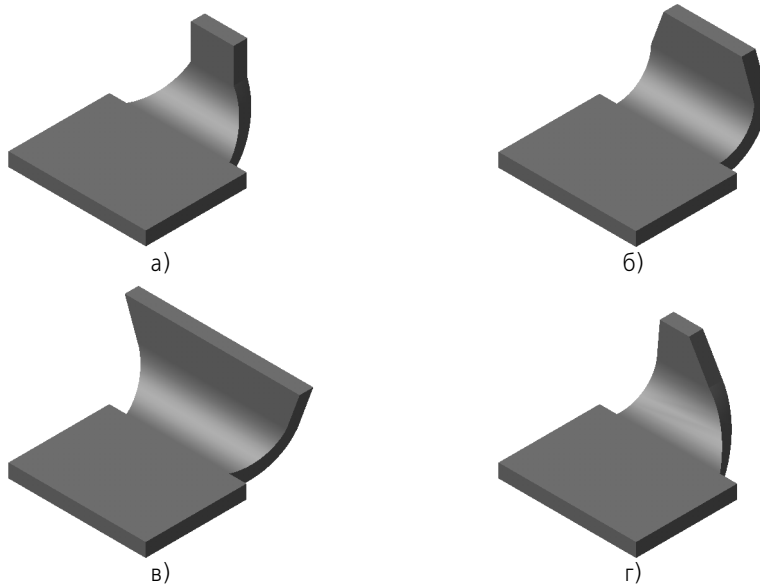

Рис. 89.15. Управление боковыми сторонами сгиба:
- ▼ задание угла на сгибе и/или уклона боковых сторон продолжения сгиба (рис. 89.15).